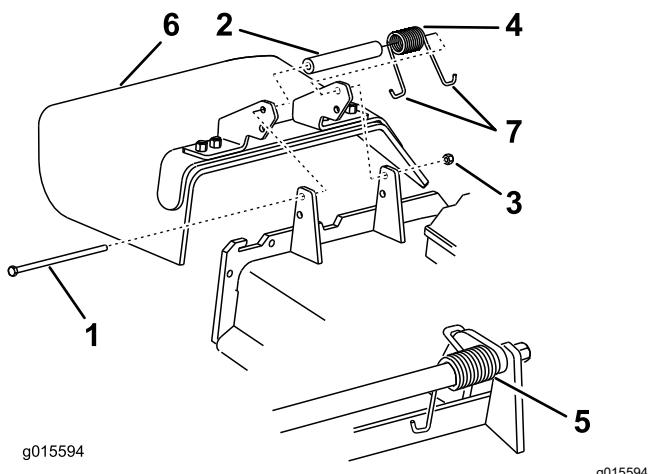

Figura 121
1. Retire la contratuerca, el perno, el muelle y el espaciador que sujetan el deflector a los soportes de pivote (Figura 121).
2. Retire el deflector de hierba dañado o desgastado (Figura 121).
Nota: Asegúrese de colocar un extremo en J del muelle detrás del reborde de la carcasa antes de instalar el perno, como se muestra en la Figura 121.
6. Coloque un extremo en J del muelle alrededor del deflector de hierba (Figura 121).